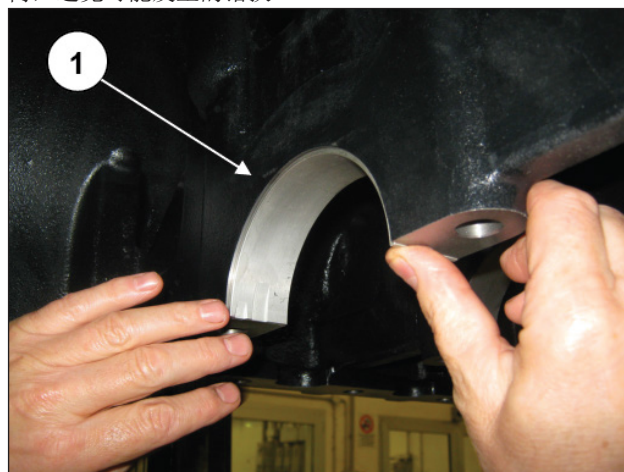

图 27
把主轴瓦（位置①，图 27）保留在后曲轴箱盖各自的位置内，避免可能发生的错换。